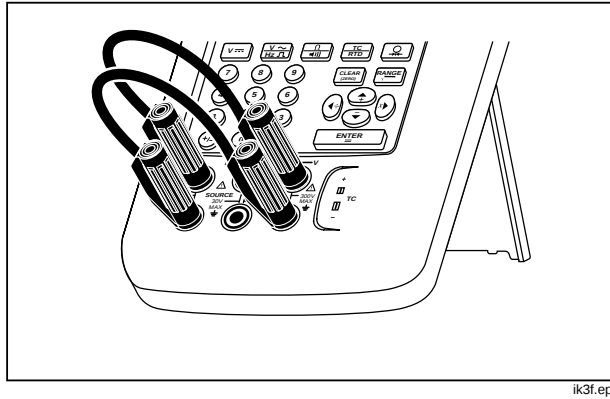

Figura 3. Conexiones de puentes para la demostración
3. Conecte la salida de voltaje del calibrador a la entrada de voltaje de esta forma: conecte el par de tomas que está más a la izquierda (V Ω RTD SOURCE) al par de tomas más a la derecha (V MEAS). (Vea la Figura 3.)